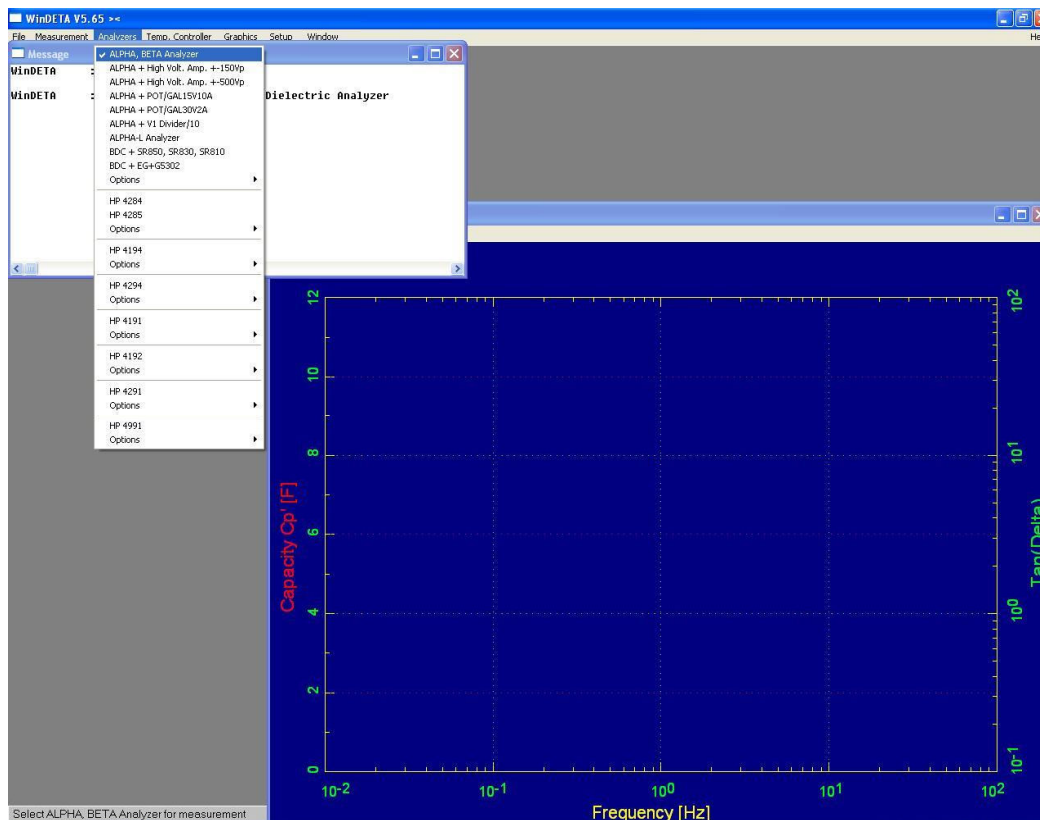

Fig.5. Setarea analizorului
- a) Din meniul **Analyzer** (fig.5) se selectează din listă analizorul utilizat, în cazul nostru **ALPHA or BETA Analyzer**. Analizorul poate fi configurat din meniul **Analyzer**→**Options**→**Configuration**.